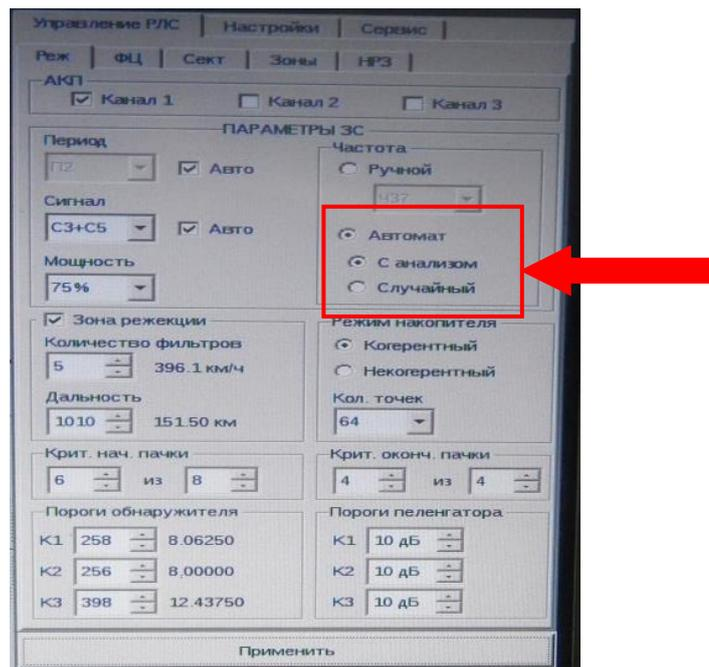

Рис. 2.36. Установка смены частоты
- смена частоты – «Автомат», «С анализом» (на разрешенных частотах) (рис. 2.36);